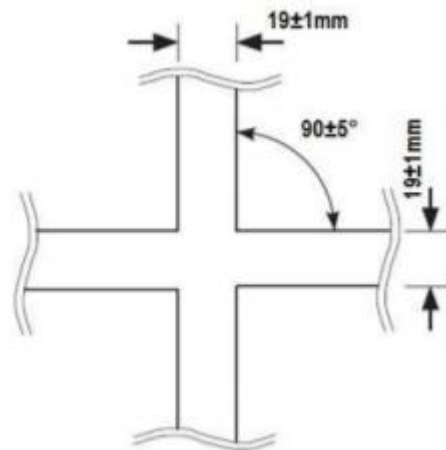

Figura 1
4.4 Quando houver um cruzamento, o ângulo de intersecção das linhas será de $90\pm 5^\circ$ (vide figura 1). As partes das linhas 250mm antes e 250mm depois do cruzamento serão retas.